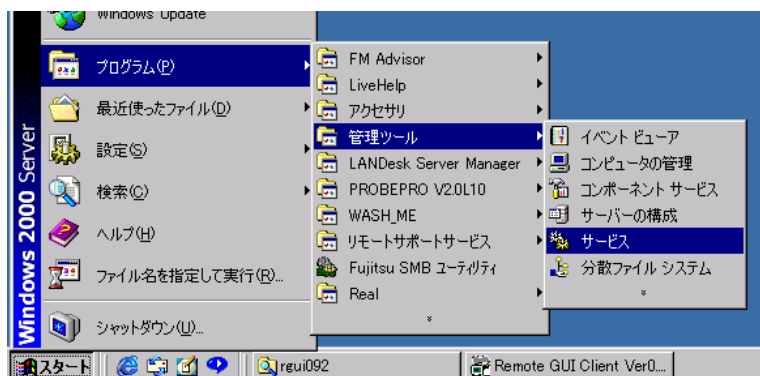

図 4-82 サービスダイアログの起動
- 1 タスクバーの[スタート]ボタンをクリックし「プログラム」をポイント、さらに「管理ツール」をポイントして「サービス」をクリックします(図 4-82)。